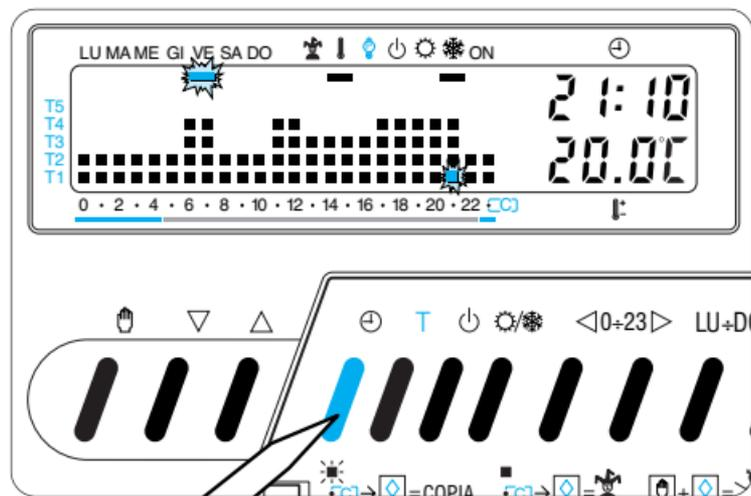

Fig. 22
**5.5** - Premere il pulsante ⌚ (fig. 22).